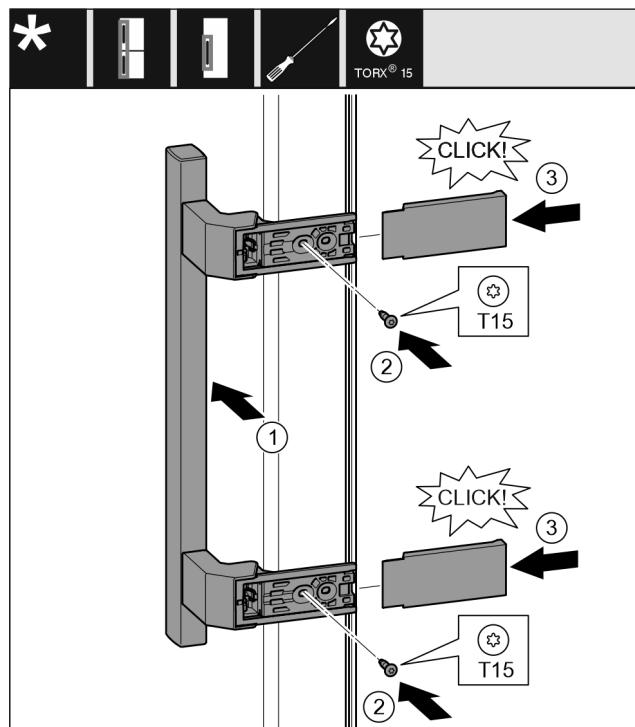

Fig. 18
- Postavite ručicu na suprotnoj strani. Fig. 18 (1)
- Odvijačem T15 čvrsto pritegnite vijke. Fig. 18 (2)
- Postavite pokrove bočno i nataknite ih. Fig. 18 (3)